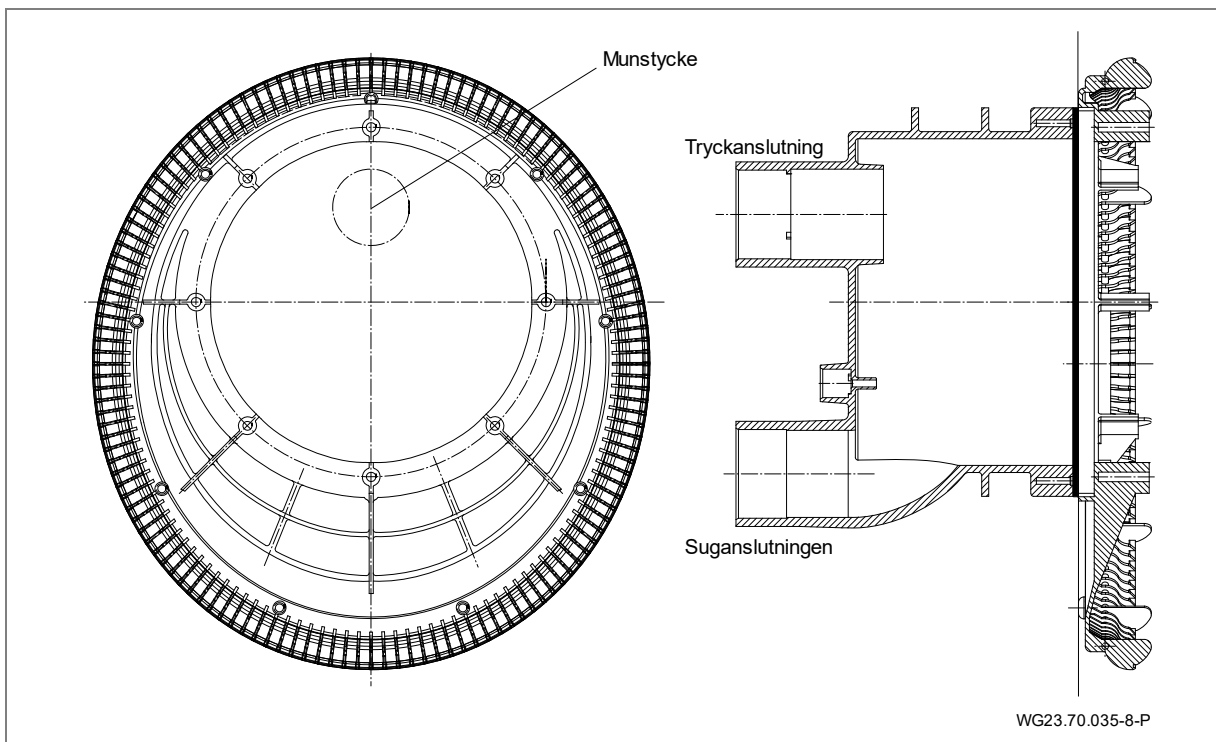
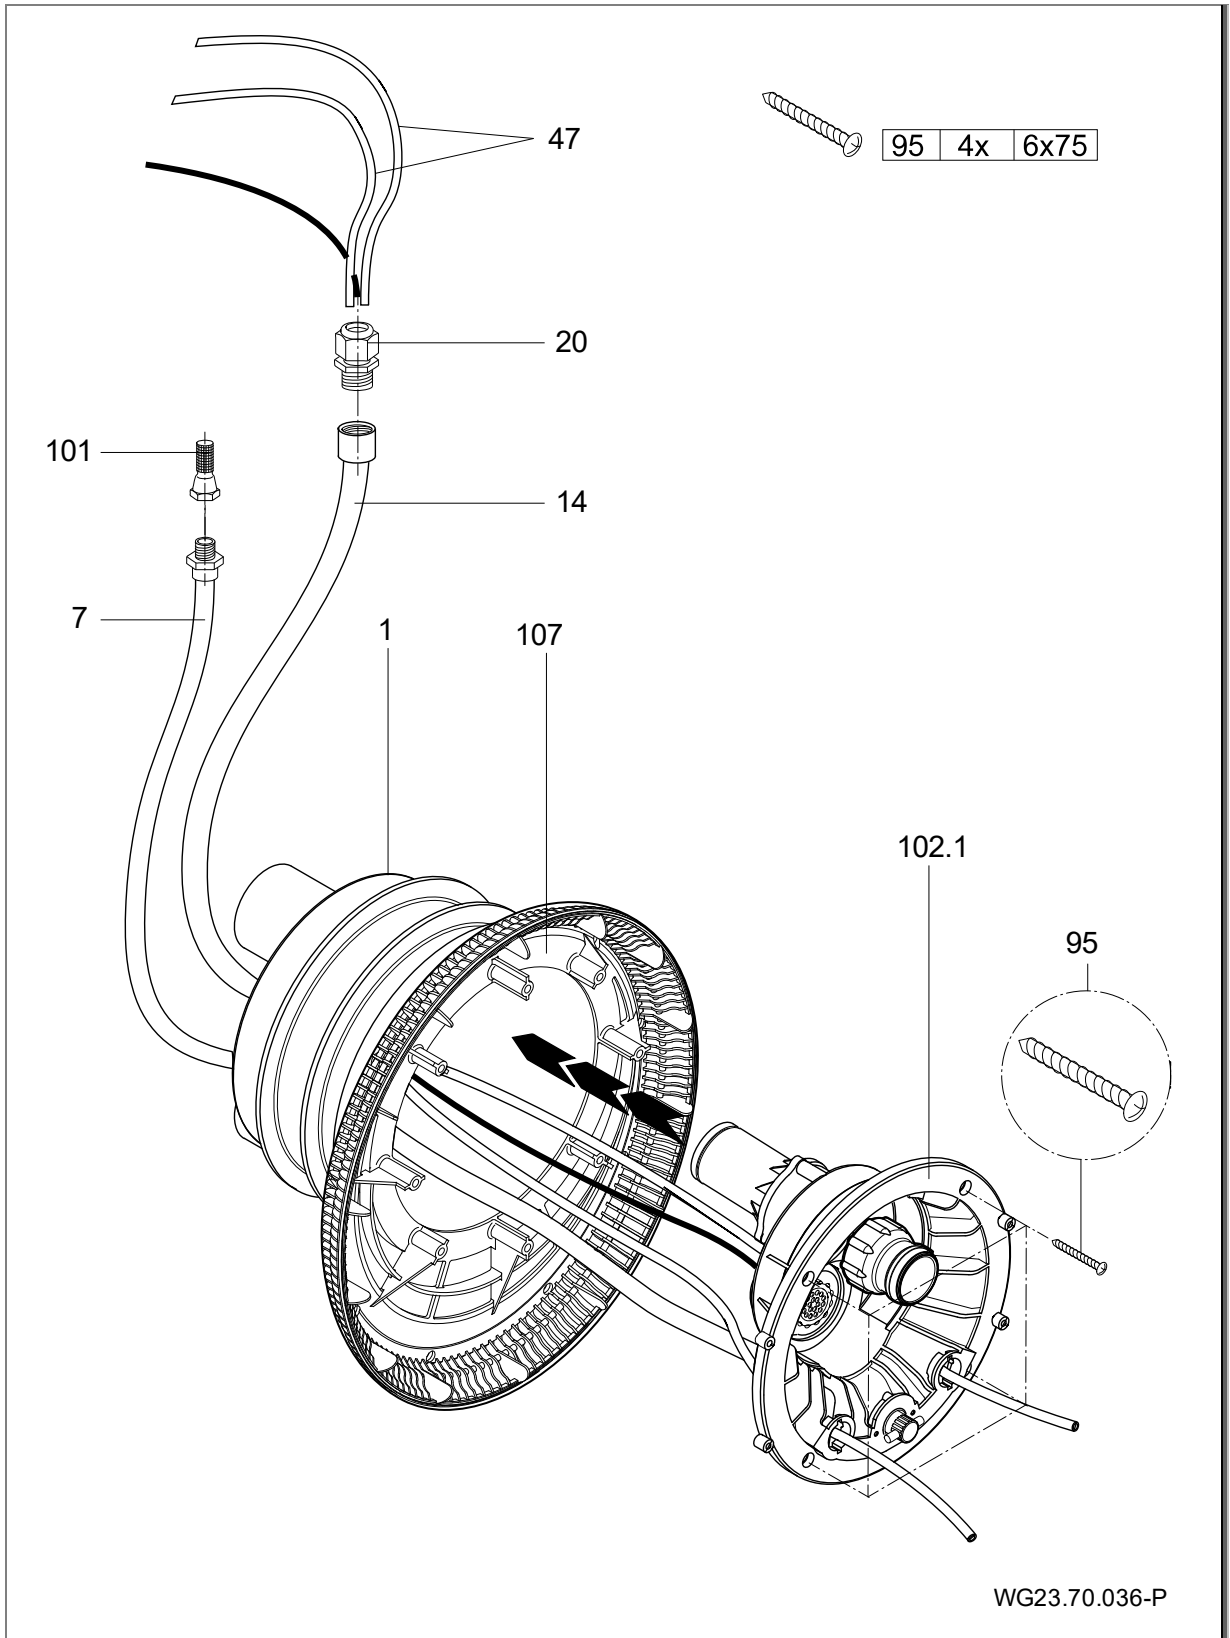

Bild 17
Bild 18
2. Sätt på insugningshuset (107) på spännringen. Kontrollera monteringsläget. (Bild 17)
3. Sätt på munstyckshuset (102.1) på inbyggnadshuset (1).
4. Dra pneumatikslangarna och kabeln för strålkastaren genom skyddsslangen (14) och täta med kabelförskruvningen (20).
5. Fäst luftledningen med klämman (8) på luftregulatorn (21) som är monterad från fabrik.
6. Fäst munstyckshuset (102.1) med fyra gängskärande skruvar (95) vid inbyggnadshuset. (Bild 18)